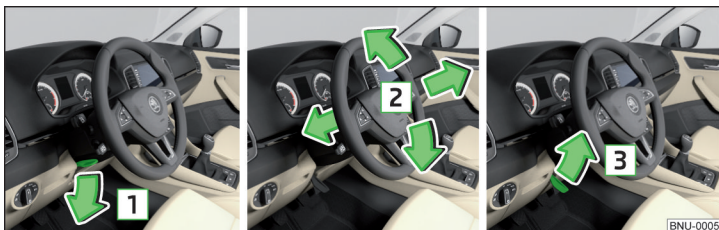

Fig. 15 Ajustar la posición del volante
- Gire la palanca de seguridad debajo del volante en la dirección de la flecha **1** » fig. 15.